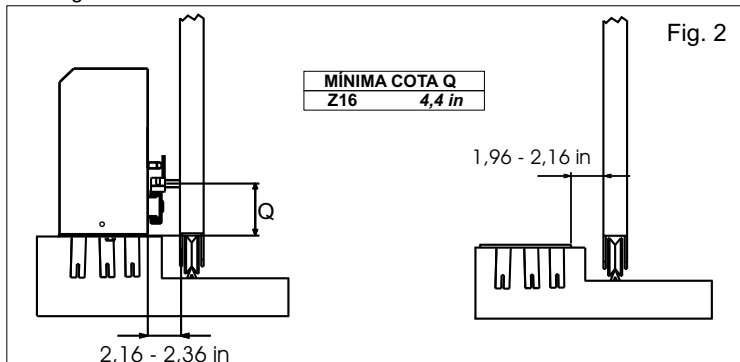
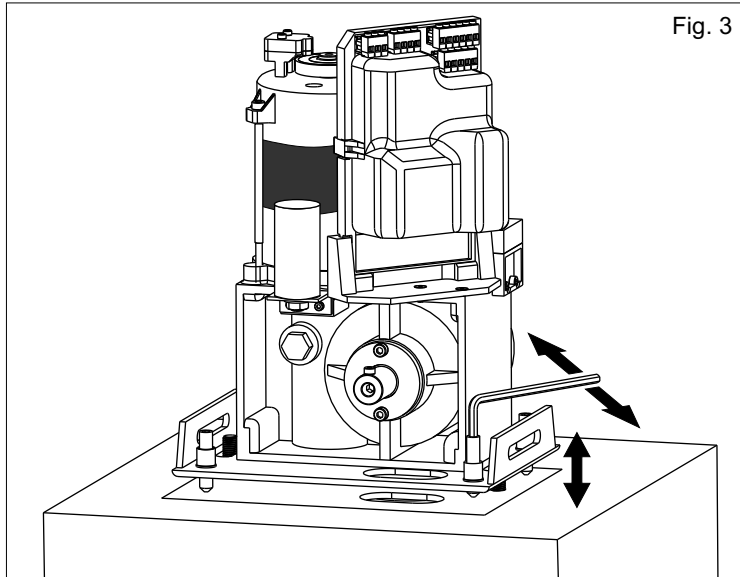

Fig. 2
Fig. 3
**2.3.** Antes de cementar la placa de anclaje asegurarse que la misma resulte perfectamente horizontal y que sea respetada la cota de 1,96 - 2,16 in indicada en la Fig. 2.
**3.2.** Ajustar la altitud del motorreductor utilizando los cuatros tornillos en dotación (Fig.3) respetando las cuotas mencionadas en Fig. 2. Los tornillos de regulación pueden ser utilizados para corregir una nivelación anterior imperfecta de la placa de fundación.